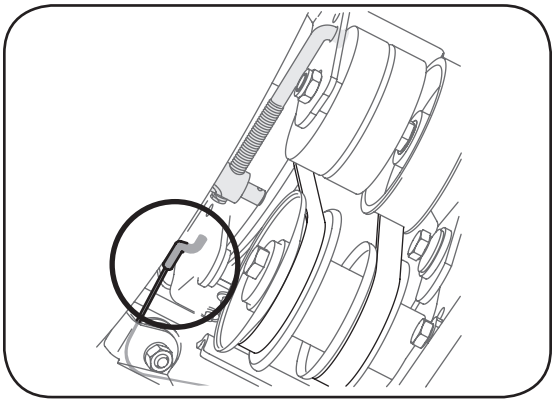

Figure 27
- Tirez le support du train vers le gilet de guidage du câble et décrochez le raccord en «Z» du câble de la tarière. Voir la Figure 27.